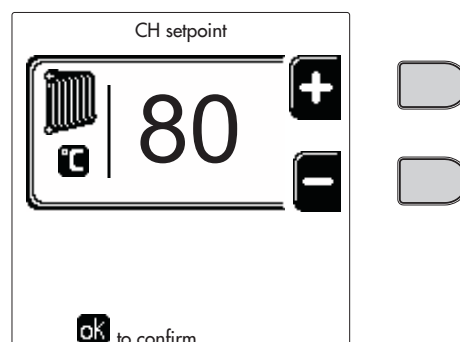
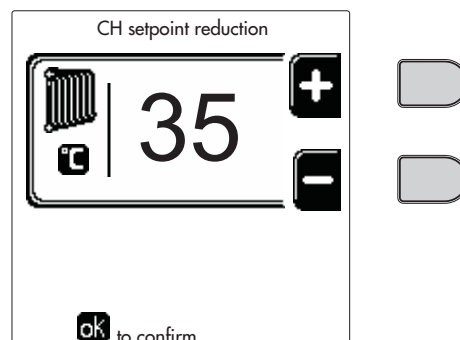
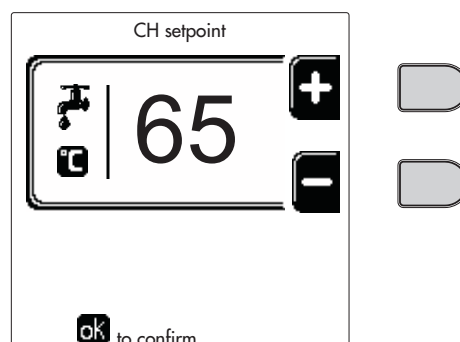
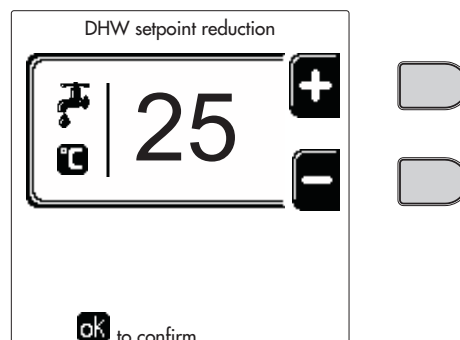

fig. 13
fig. 14
fig. 15
fig. 16
- **ON**. In caso di richiesta Riscaldamento/Sanitario, la caldaia lavora alla Temperatura di Regolazione Riscaldamento/Sanitario (fig. 13/fig. 15) impostata.
- In caso di richiesta Riscaldamento/Sanitario, la caldaia lavora alla Temperatura di Regolazione Ridotta. La temperatura Ridotta si ottiene sottraendo il valore della Temperatura Regolazione Riduzione (fig. 14/fig. 16) alla Temperatura di Regolazione Riscaldamento/Sanitario (fig. 13/fig. 15) impostata.